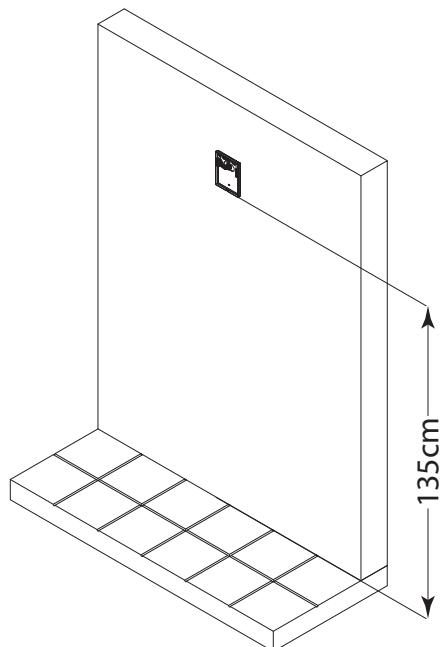
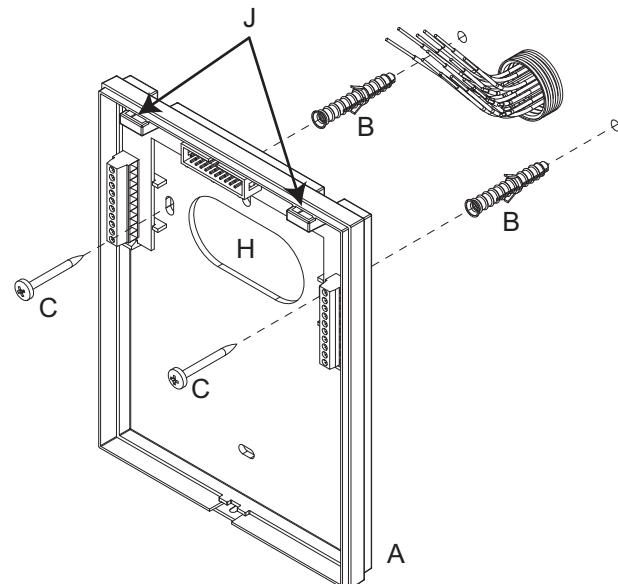
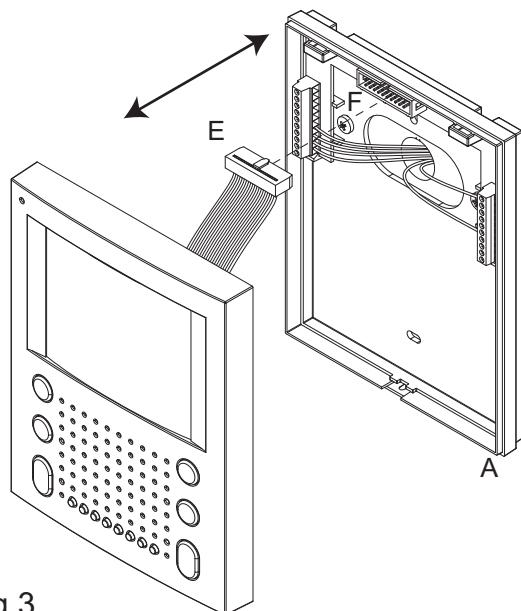
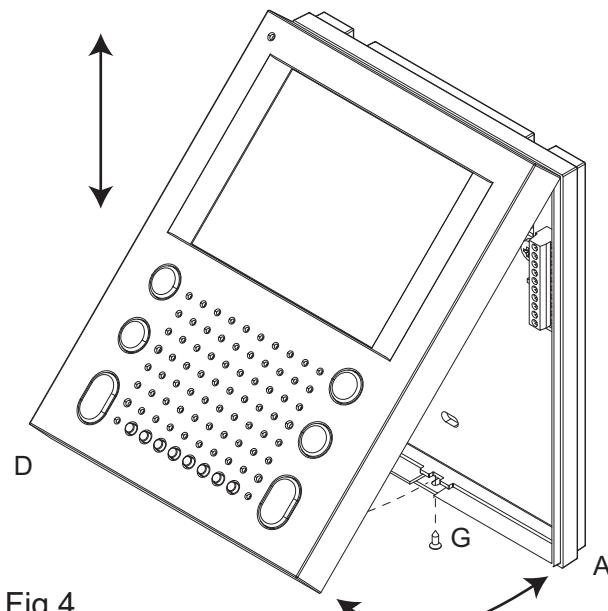

Fig.1
Fig.2
Fig.3
Fig.4
- Per installare il videocitofono Art.SL5478 è necessario aprirlo: facendo riferimento alla figura 4, svitare la vite “G”, tirare a se il coperchio “D” quindi spingerlo verso l’alto (o in avanti se si effettua l’operazione tenendo presente che i conduttori devono passare attraverso la fessura “H” (Fig.2) dal connettore femmina “F” (Fig.3) della scheda di connessione alloggiata sulla base “A”).
- Appoggiare a parete la base “A” ad una altezza di circa 135cm (Fig.1) dal pavimento finito e prendere i riferimenti per i fori di fissaggio, tenendo presente che i conduttori devono passare attraverso la fessura “H” (Fig.2).
- Con l’ausilio degli incastri “J” (Fig.2) agganciare il coperchio “D” alla base “A” come mostrato in figura 4 quindi spingere la parte inferiore del coperchio “D” verso la base “A” e procedere al collaudo del sistema.
- Terminato il collaudo del sistema, assicurare il coperchio “D” alla base “A” con l’ausilio della vite “G” (Fig.4).
- To install Art.SL5478 it is necessary to open it. Follow picture n.4: turn screw “G”, pull cover “D” and lift it up (or push it forward if the video-monitor is in horizontal position), then disconnect plug “E” (Fig.3) from plug “F” on the connection board housed on the bottom “A”.
- Put the bottom “A” against the wall at 135cm from the finished floor (Fig.1). All cables must be fed through hole “H” (Fig.2).
- Leaving approximately 135cm from the finished floor, fit the bottom “A” against the wall and mark the fixing holes considering that the cables must feed through the opening “H” (Fig.2).
- Make the holes, and fix bottom “A” on the wall using the two wall plugs “B” and the two screws “C” as shown in figure 2.
- As shown in figure 3, move cover “D” close to bottom “A”, connect plug “E” to plug “F” on the connection board then proceed with the next step.
- Hook cover “D” to bottom “A” by using the two clips “J” (Fig.2) as shown in figure 4 then push down cover “D” towards bottom “A”. Then proceed with system testing.
- When finished the testing, fix cover “D” at the bottom “A” using the screw “G” (Fig.4).